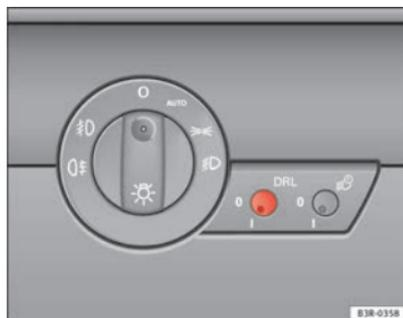

Abb. 90 Schalter Tagfahrlicht
- Kurz auf den Knopf ⇒ Abb. 90 drücken, um ihn aus seiner Position auszurasen.